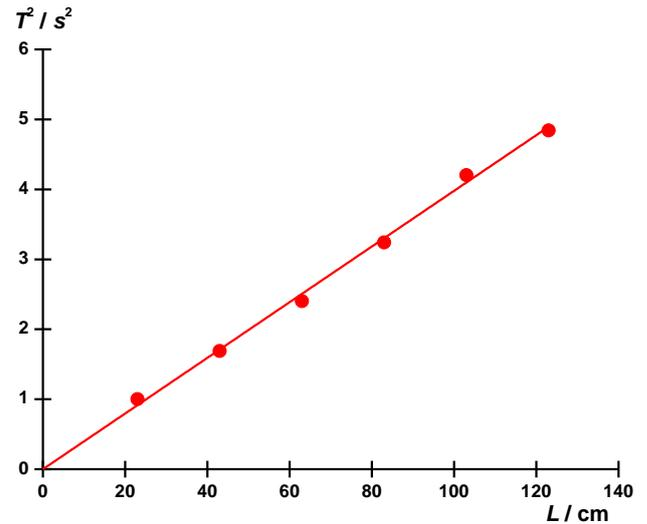

Fig. 4: Quadrato del periodo di oscillazione  $T^2$  in funzione della lunghezza del pendolo  $L$ .
- Riportare i quadrati dei periodi di oscillazione  $T^2$  alle lunghezze del pendolo e adattare una retta ai punti di misurazione (Fig. 4).